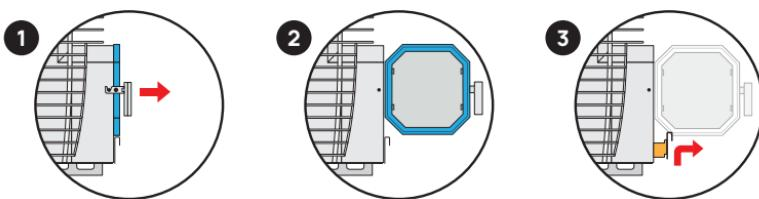

Abbildung 15. Herausnehmen des Hive Flow Aschekastens.
- Um den Aschekasten für die Entleerung herauszunehmen, öffnen Sie die Tür der Brennkammer, heben Sie den Aschekasten leicht an ziehen Sie ihn dann heraus (der Aschekasten ist mit Sicherheitssperre ausgestattet, was ein übermäßiges Öffnen während der Benutzung des Saunaofens und somit eine Überhitzung verhindert). Siehe Abbildung 15.